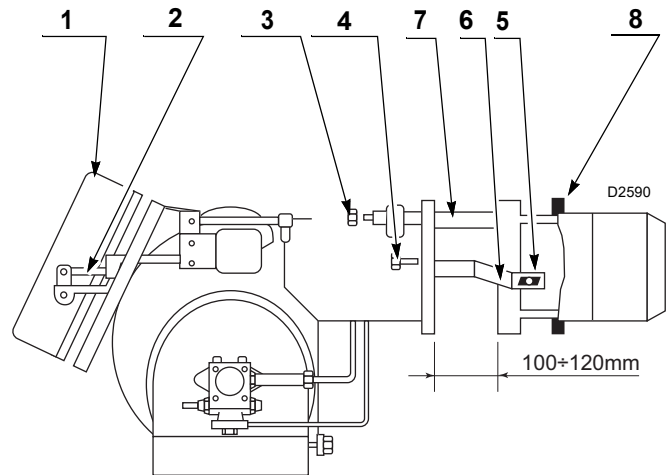

Abb. 12
- Die Abdeckung 1)(Abb. 12), den Splint und den Stift 2), die Muttern 3) und die Schrauben 4) entfernen.